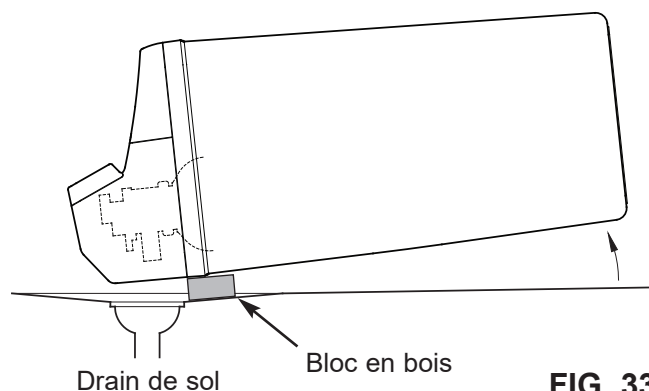

FIG. 33
6. Placez un bloc de 5 cm d'épaisseur près du drain de sol (consultez la figure 33).